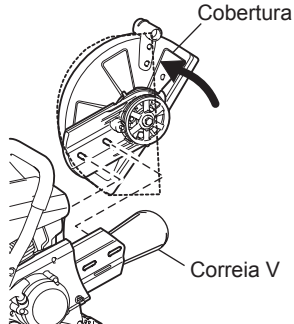

Fig. 2
- (3) Gire a cobertura até a posição da linha quebrada. Remova a correia V e depois remova o acessório de corte da Cortadora a Gasolina. Reposicione o punho. (Fig. 2)